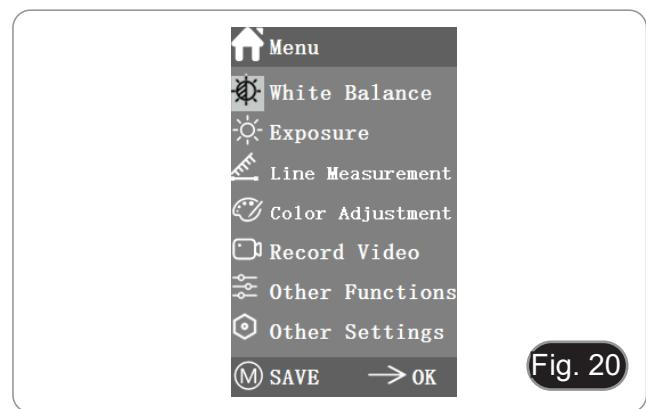

Fig. 20
2. La position actuelle du curseur (c'est-à-dire la position de l'icône en surbrillance) correspond au réglage de la fonction de balance des blancs. (Fig. 20)